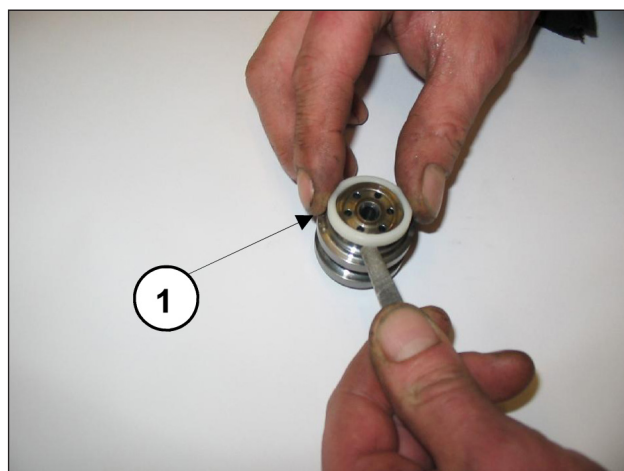

Рис. 43
- Выньте гнезда клапанов ①, как показано на Рис. 43, проверьте степень износа различных компонентов, при необходимости замените.